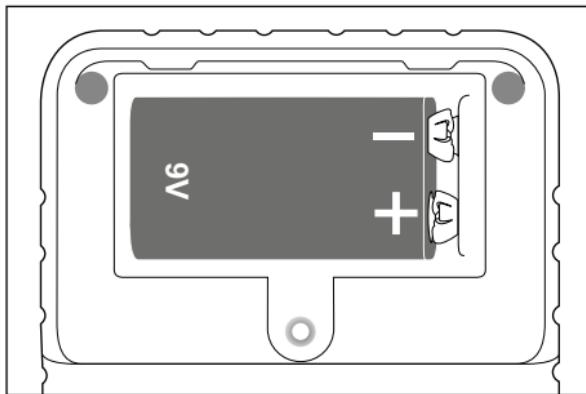

Fig. 2
- 2) Conecte la pila de 9 V con la polaridad correcta (observe los símbolos + y -) en el conector de clip e introduzca la pila de 9 V en el compartimento para pilas (consulte la fig. 2).